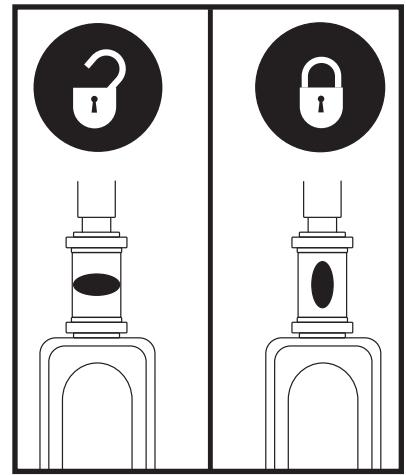

Abb. 32. Lenkersicherungshebel
2. Justieren Sie den Lenker in eine gerade Position, indem Sie den Lenkersicherungshebel eindrücken und gleichzeitig 90° im Uhrzeigersinn drehen. **Siehe Abb. 32.** Das Vorderrad muß nach vorne gerichtet sein, um den Lenker festzustellen.
1. Schlüssel aus dem Schlüsselschalter entfernen und Justieren Sie den Lenker in eine gerade Position, indem Sie den Lenkersicherungshebel eindrücken und gleichzeitig 90° im Uhrzeigersinn drehen. **Siehe Abb. 32.** Das Vorderrad muß nach vorne gerichtet sein, um den Lenker festzustellen.
6. Entsichern Sie das Vorderrad, indem Sie den Lenkersicherungshebel 90° gegen den Uhrzeigersinn drehen. **Siehe Abb. 32.**